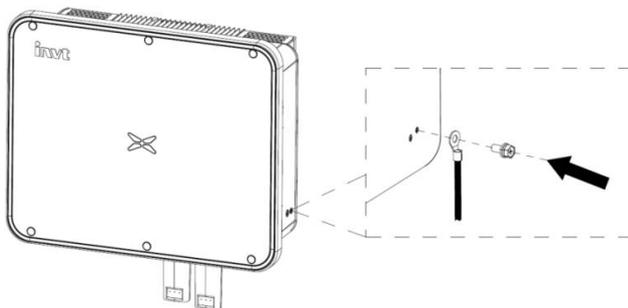

Fig 5.2 Schema di messa a terra fotovoltaica
(1) Come mostrato nella Fig. 5.2, collegare il filo di uscita della stringa fotovoltaica al connettore CC dell'inverter. Allentare il dado di fissaggio del connettore; rimuovere lo strato isolante di 15 mm del cavo CC e utilizzare le pinze a crimpare per comprimere saldamente il terminale metallico standard. La coppia di serraggio della parte impermeabile in coda è di 2,5-3 N•m. Il metodo di cablaggio dei connettori positivo e negativo è lo stesso. Verificare che i poli positivo e negativo della stringa fotovoltaica corrispondano correttamente ai connettori positivo e negativo, quindi collegarli saldamente;